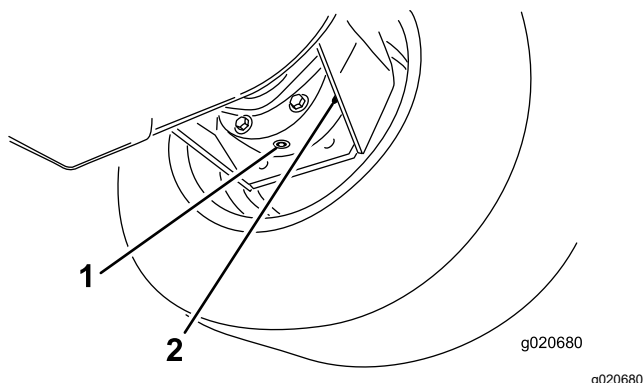

Figura 104
3. Mettete una bacinella sotto la scatola del freno, togliete il tappo di spurgo e lasciate defluire l'olio (Figura 104).